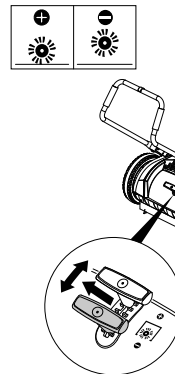

Fig. 5 – Regulagem de altura da escova principal
- d. A escova principal (12) possui seis posições de ajustes de altura. Realize o ajuste de altura acionando a alavanca de ajuste, conforme Fig. 5.